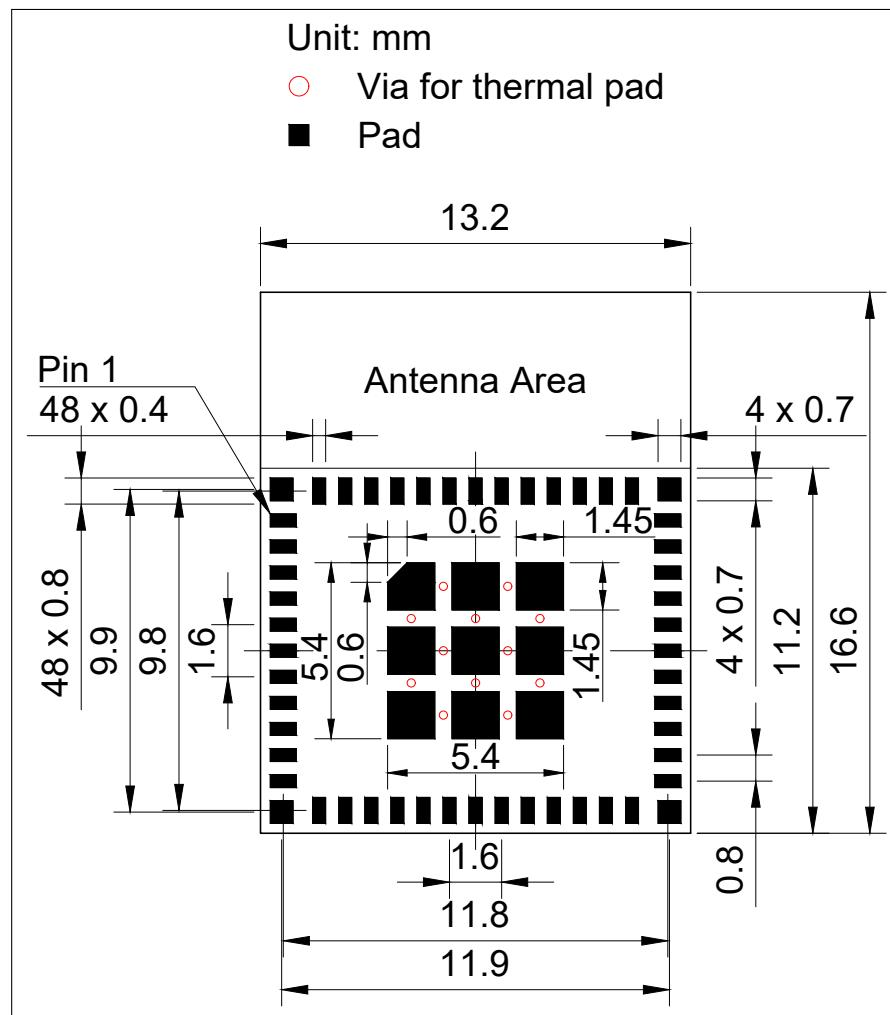
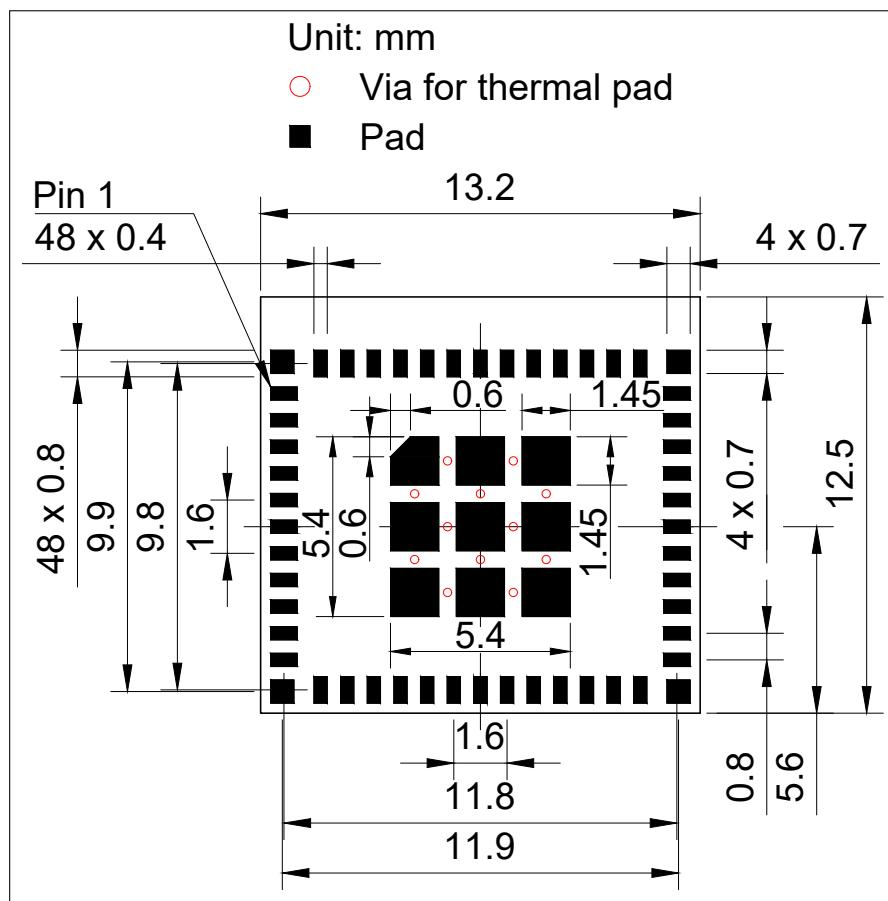

图 11-1. ESP32-C3-MINI-1 推荐 PCB 封装图形
图 11-2. ESP32-C3-MINI-1U 推荐 PCB 封装图形
- 推荐 PCB 封装图，标有 PCB 设计所需的全部尺寸。详见图 11-1 ESP32-C3-MINI-1 推荐 PCB 封装图形 和图 11-2 ESP32-C3-MINI-1U 推荐 PCB 封装图形。
- 推荐 PCB 封装图的源文件，用于测量图 11-1 和 11-2 中未标注的尺寸。您可用 Autodesk Viewer 查看 ESP32-C3-MINI-1 和 ESP32-C3-MINI-1U 的封装图源文件。